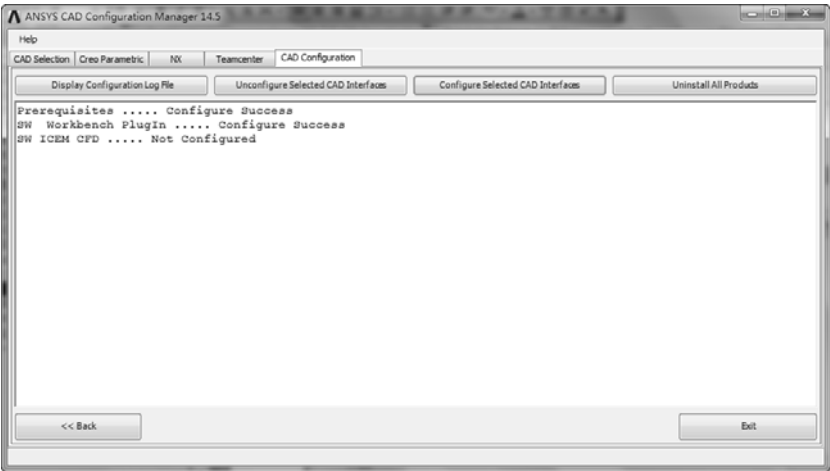

图 2-114 配置设置信息
4) 单击【Configure Selected CAD Interfaces】按钮, 经过一段时间, 会出现配置成功和失败信息, 如图 2-114 所示。单击【Exit】按钮, 退出【ANSYS CAD Configuration Manager 14.5】窗口。